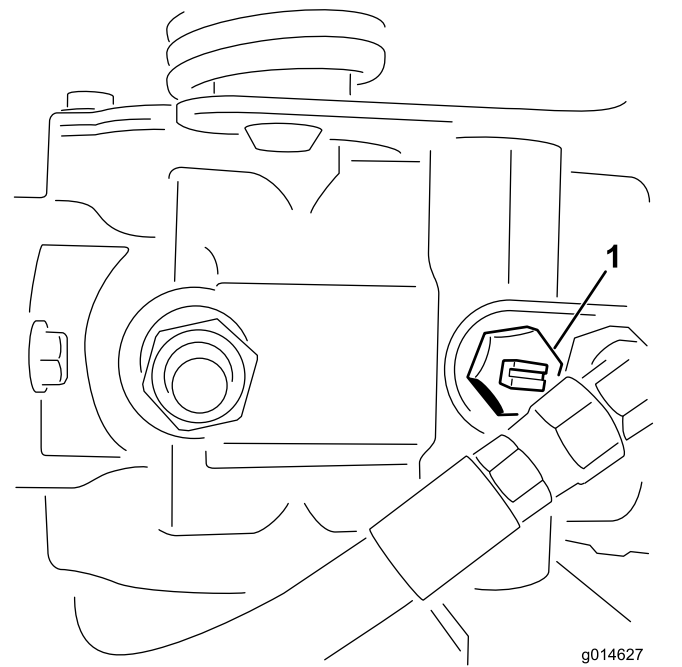

図 27
2. エンジンを始動する前に、必ずバイパスバルブを閉じる溝が横向きになる図 27。
1. 油圧ポンプについているバイパスバルブ図 27 の溝が「縦」になるようにバルブを回転させる。